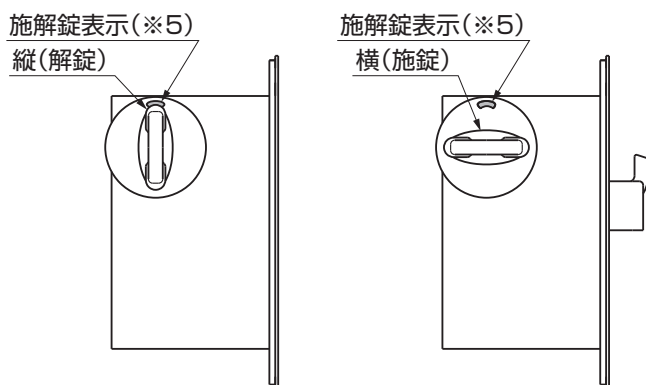

図2-3 サムターンツマミの操作
- おでかけサムターンのツマミを回すと、施解錠表示(※5)が解錠時「白」、施錠時「黒」になります。(図2-3参照)